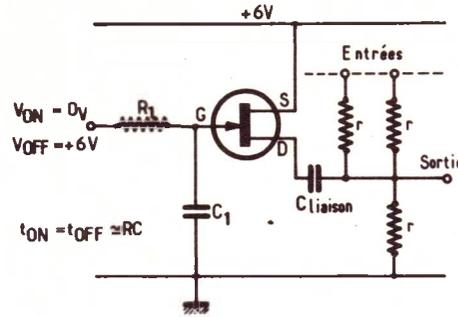

Figure 3
• **Les potentiomètres à commande électronique (figure 3)**